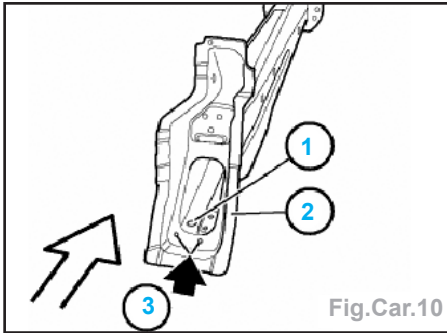

Fig.Car.10
- Vue des deux points de soudure (3) sur le raidisseur du longeron (2) et sur le partie avant de longeron (1) (Fig.Car.10).